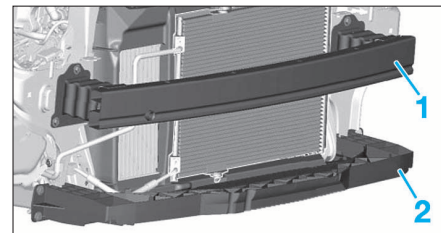

FIG. 60
- Déposer les traverses (1) et (2) (Fig.60).